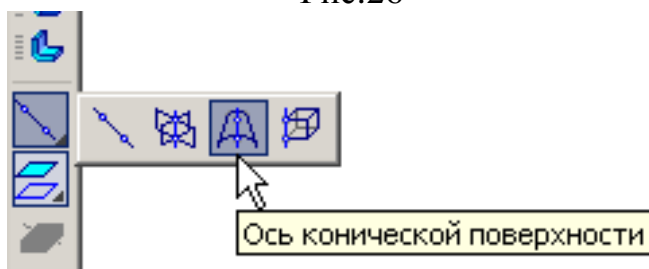

Рис. 27
- Для выполнения шести граней призмы необходимо предварительно создать ось, вокруг которой можно произвести копирование построенной грани. На компактной панели нажмите кнопку переключения **Вспомогательная геометрия**  и выберите команду **Ось конической поверхности**, рис. 27. Для построения оси курсором укажите цилиндрическую поверхность.